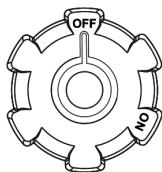

Fig. 15 – Alavanca de respiro
2. Certifique-se de que a alavanca de respiro da tampa de combustível esteja na posição "O" (desligado) (fig. 15);